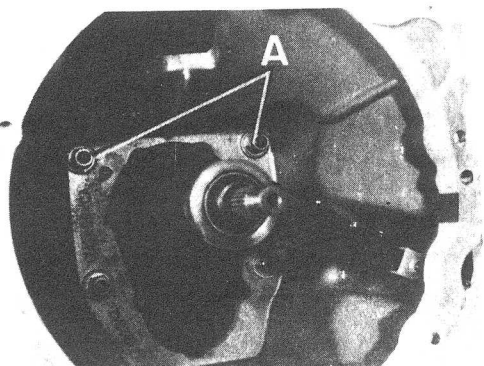

Fig. C1-101 Cárter de embrague
##### 1.2. Desmontar los elementos de fijación, A (Fig. C1-101) que unen el cárter de embrague al cárter caja de velocidades.
- 2.5. Fijar el cárter de embrague (Fig. C1-101) al cárter caja de velocidades por medio de sus elementos de fijación, A, aplicándoles un par de apriete de 6 á 7,5 mkg.